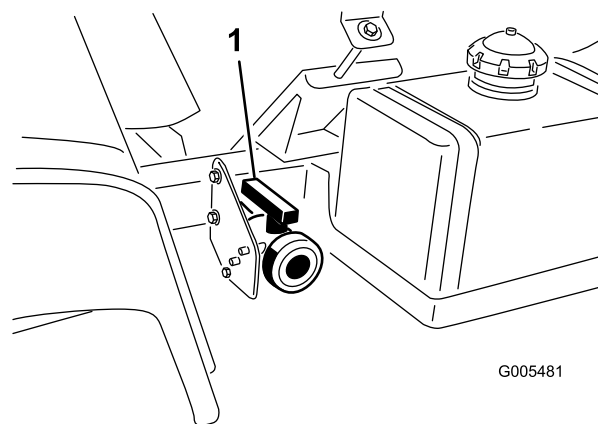

Figura 26
- La valvola di spurgo del serbatoio è situata sul lato sinistro della macchina (Figura 26). La valvola si trova sul telaio di fronte al serbatoio carburante.